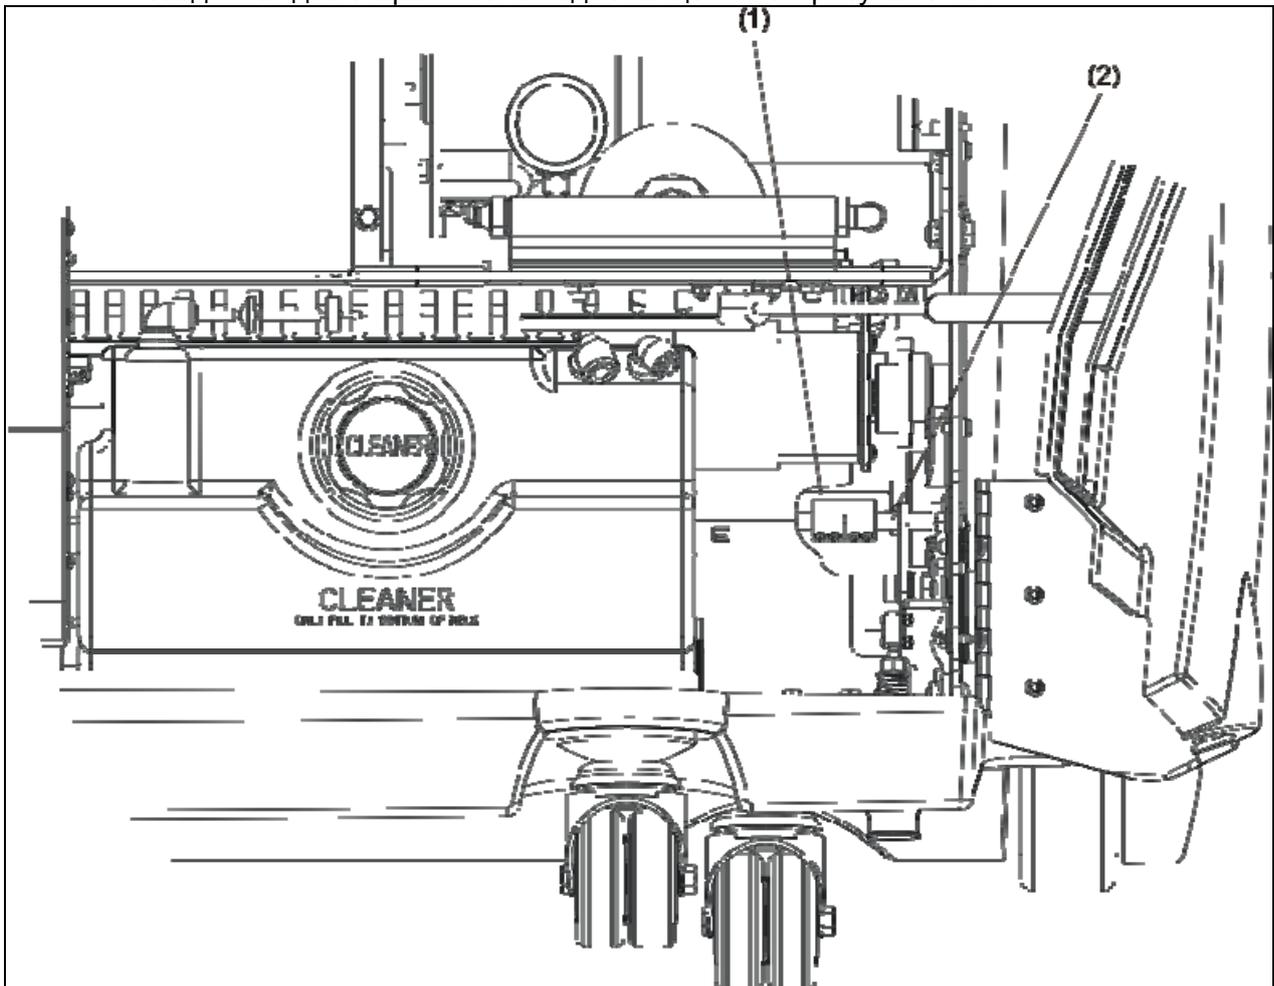

Рисунок 5-19. Соединительная муфта
13. С правой стороны машины (сторона 10-ой кегли) находится соединительная муфта (непосредственно под приводом распределительного валика) которая соединяет две стороны вала подъема щетки. См рисунок 5-19.